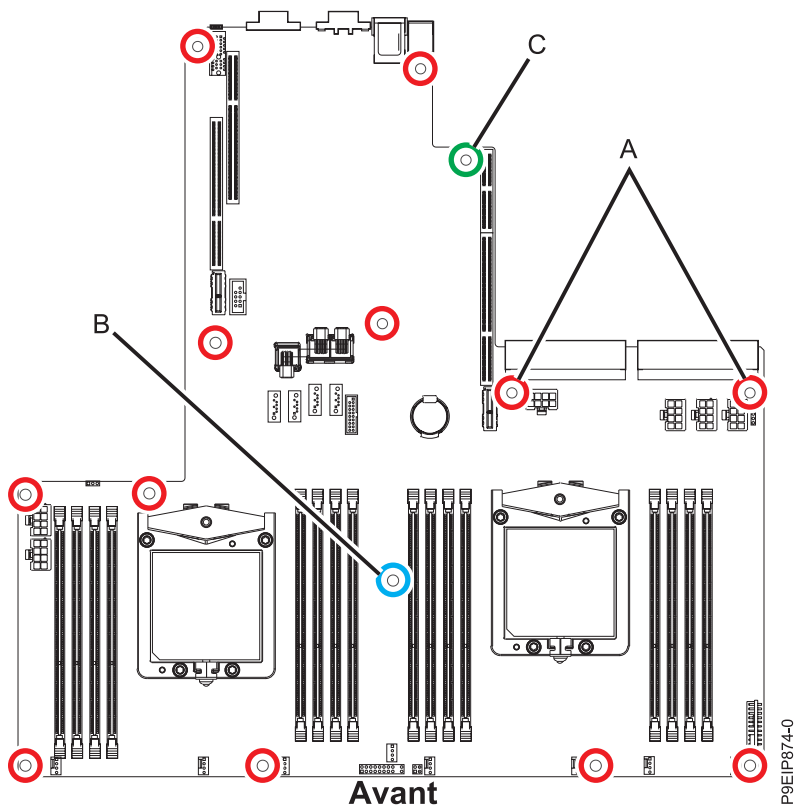

Figure 67. Emplacements des vis
10. Retirez les 14 vis du fond de panier système. Les emplacements des vis sont illustrés dans la figure 67, à la page 62. Les deux vis situées à l'emplacement (A) sont légèrement plus longues. Une vis longue se trouve à l'emplacement (B) pour soutenir la carte PCIe. Si le système est équipé d'unités de disque arrière, une autre vis longue se trouve à l'emplacement (C).